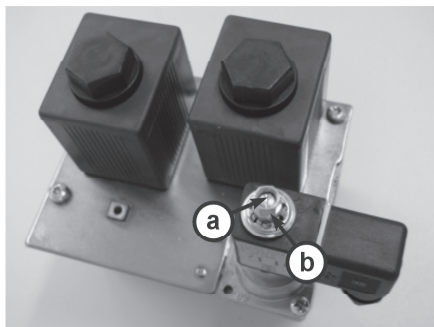

Рис. 17
7. на гайку модулятора (рис. 17/b) газового клапана установите ключ № 8 и поворотом налево или направо настройте мксимальную мощность котла согласно табл. 6..
2. Осторожным поворотом пластмассового винта (рис. 17/b) с помощью крестовой отвертки дорегулируем на модуляторе газового клапана сниженную мощность согласно табл. 6. Сконтролируйте функцию регулятора давления для минимальеой мощности